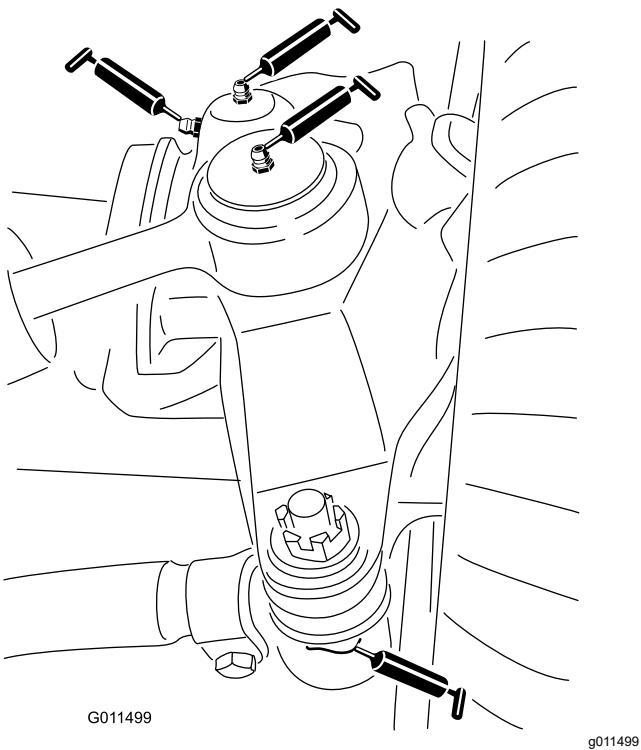

Figura 43
- Rótulas de los cilindros de dirección (2) (Figura 43)
- Rótulas de las barras de acoplamiento (2) (Figura 43)
- 2 casquillos de los pivotes de dirección (Figura 43) **Lubrique el engrasador superior del pivote de dirección cada año (2 aplicaciones).**